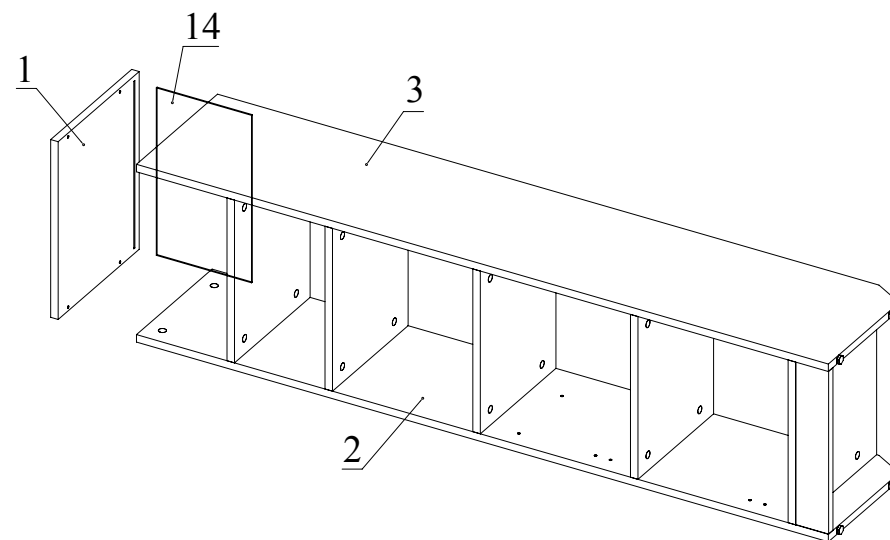

Рис.9
9. Вставьте деталь 14 из ДВП в пазы деталей 2, 3, 6 (Рис. 9). Соедините деталь 1 с деталями 2, 3, затянув головки минификсов (Рис. 9).